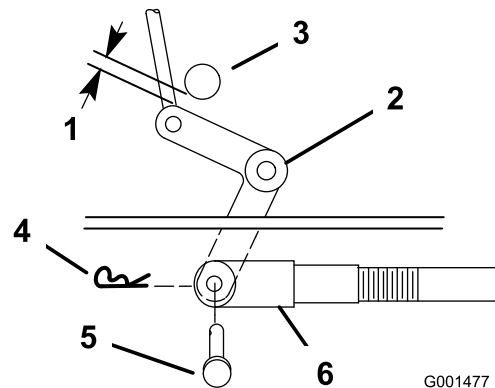
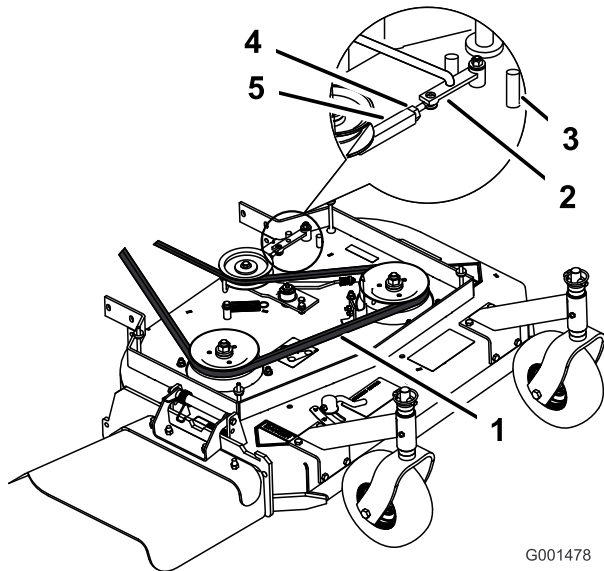
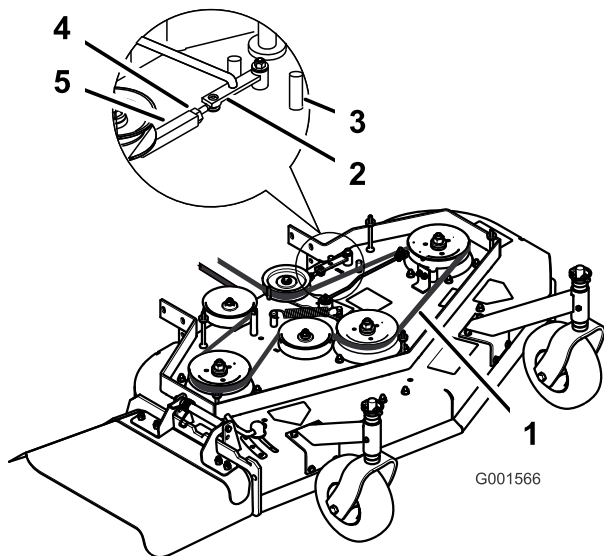

Figure 34
Figure 35
Figure 36
9. Vérifiez l'écartement entre l'axe coudé et l'arbre de sortie de transmission (Figure 34).
11. Tournez la chape dans le sens horaire sur la tige pour accroître l'écartement, et dans le sens antihoraire pour le réduire (Figure 34).
Remarque: Si le bras d'assistance ne touche pas la butée avant du tablier de coupe (Figure 35 ou Figure 36), réglez la chape de sorte à rapprocher le levier coudé de l'arbre de sortie de transmission (Figure 34).